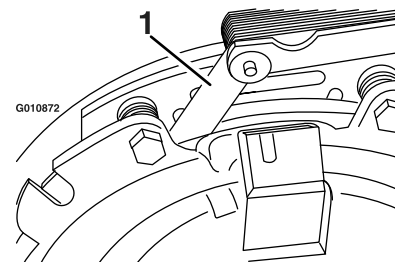
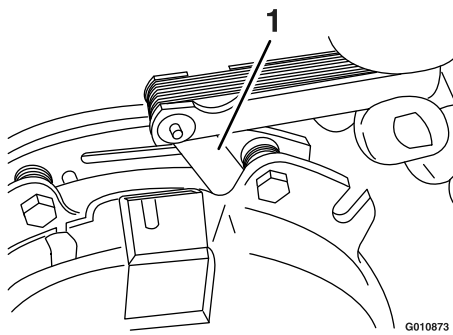

Figure 85
Figure 86
- E. A l'aide d'une jauge d'épaisseur de 0,25 mm (0,01 po), vérifiez qu'il existe un entrefer entre le rotor et la face de l'induit, de chaque côté du pôle de frein, comme montré à la Figure 85 et la Figure 86.